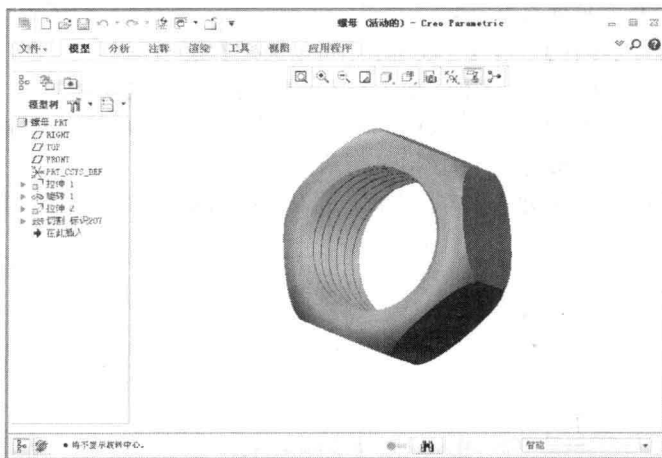

图 1-9 打开螺母文件
步骤 (2) 在弹出的对话框中选择相应文件，单击【打开】按钮，即可打开螺母文件，如图 1-9 所示。